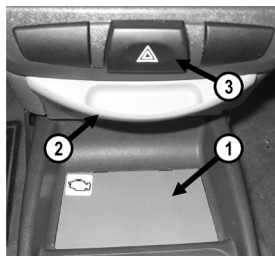

Рис.2 Место установки БК
3.1.1 Установка БК производится вместо заглушки тоннеля пола. Извлечь заглушку тоннеля пола (поз.1, Рис.2). Отверните два винта крепления колодки предохранителей и уложите саму колодку предохранителей между двумя воздуховодами тоннеля пола. Отверните 4 винта крепления крышки (поз.2, Рис.2) пепельницы передней и снимите её для доступа к колодке выключателя аварийной сигнализации.
3.1.2 Отсоедините колодку выключателя (поз.3, Рис.2) аварийной сигнализации: